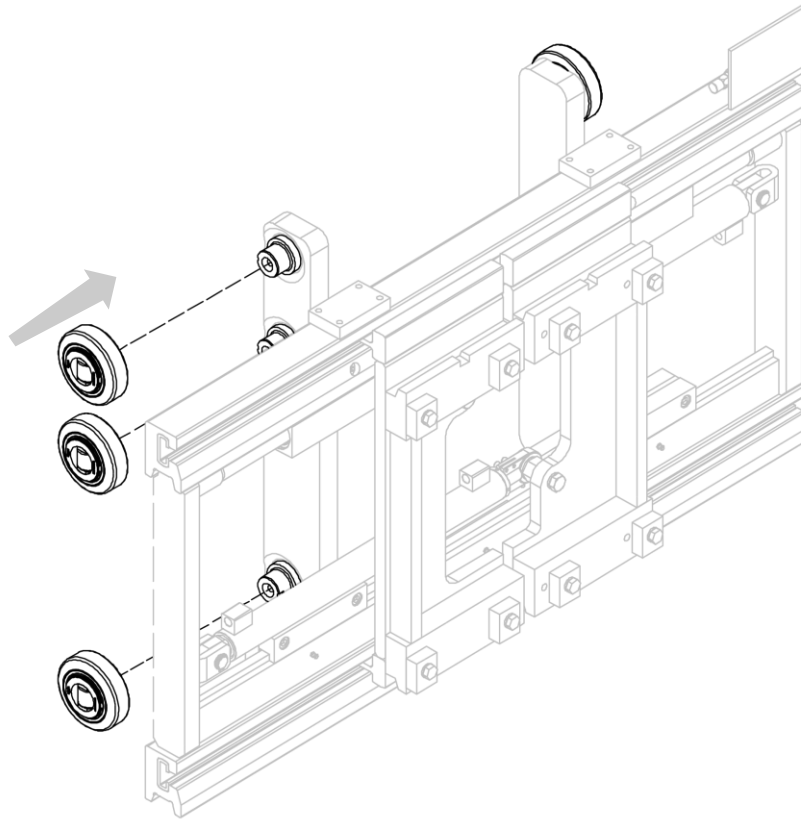

Figura 8
10. Acople los rodillos deslizantes del mástil a los pasadores realizados en los hombros (mira *Figura 8*, en esta imagen, al igual que en las siguientes, los rodamientos, hombros y mástiles indicados serán puramente indicativos, con el único propósito de mostrar el correcto montaje del equipo).